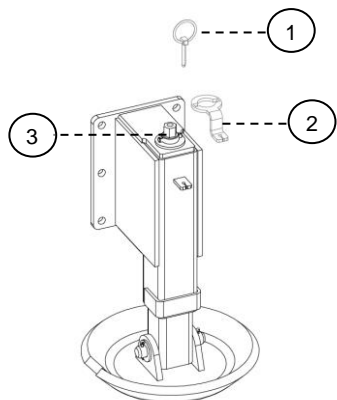
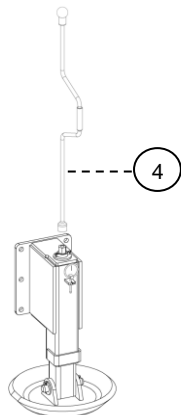
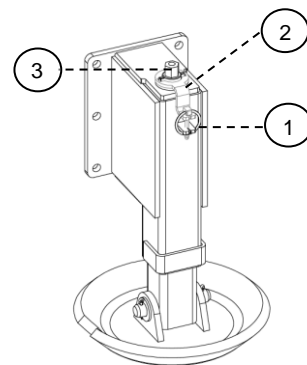

Bild.8
Bild.9
Bild.10
DPX-plogen är utrustad med två stödtallrikar, som med vev (storlek NV19) kan justeras till önskat läge. Plocka bort ringsprint (1) och låsbleck (2) från justeringsskruven (3) innan höjdjustering – se Bild.8. Använd vev(4) för höjdjustering 360° = 5mm – se Bild.9. Återställ låsbleck(2) och saxsprint(1) för att låsa justeringsskruven(3) efter höjdjustering – se Bild.10.